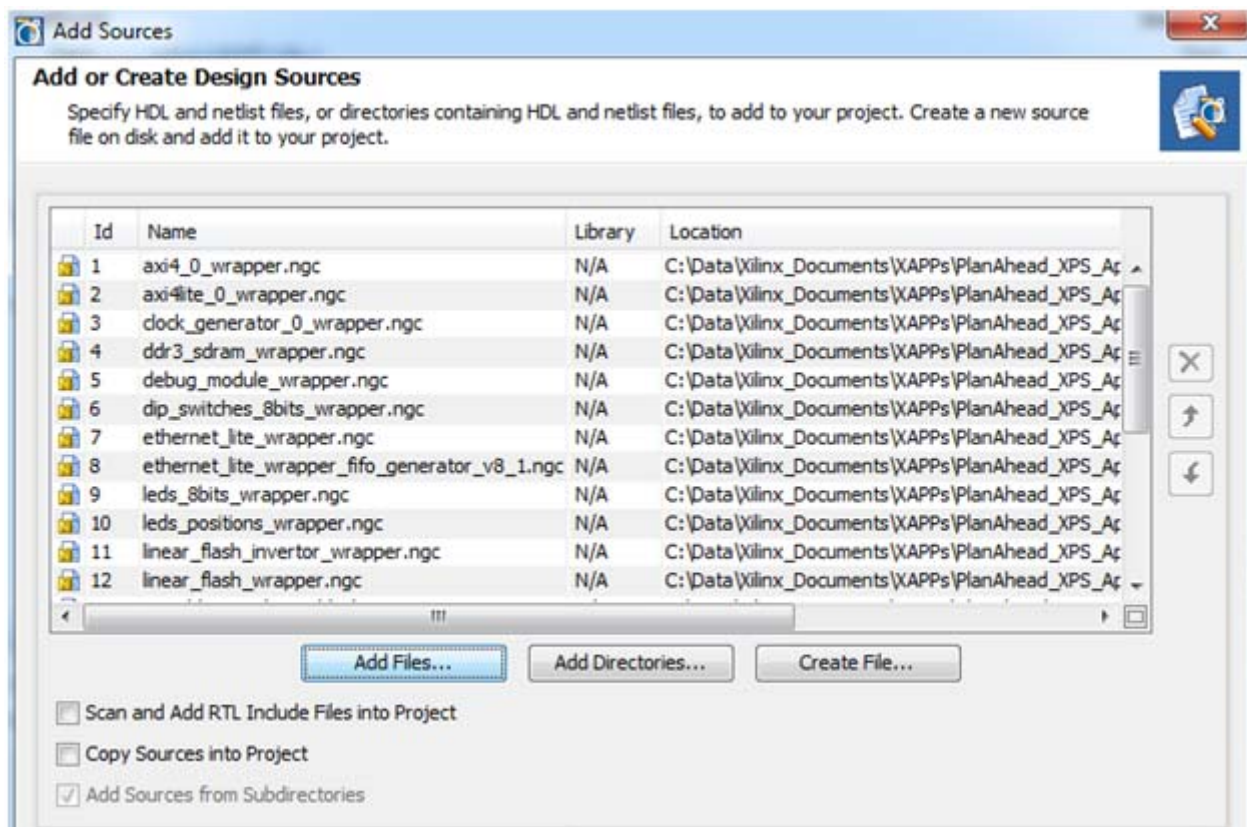

図 3-33 : [Add or Create Design Sources] ページ
2. [Add or Create Design Sources] をオンにし、[Next] をクリックします。[Add or Create Design Sources] ページで追加するソース ファイルを選択します (図 3-33)。